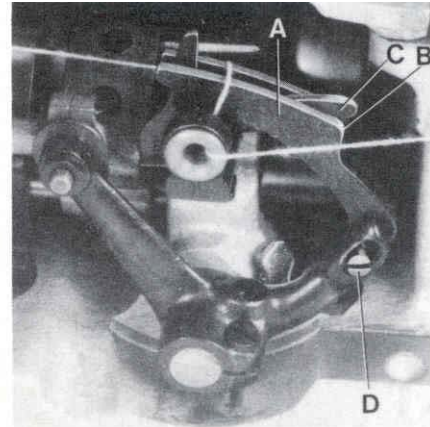

Fig.11
Coloque el anillo (B, Fig. 9) para levantar la barra de presión en la barra izquierda en tal manera para que haya una distancia de aprox. 1.5 mm (1/16") entre el perno levantador (C) y la superficie inferior del anillo (B), cuando el pie reposa en la placa de aguja (vea Fig. 11). Coloque el anillo (D) en la barra derecha cerca a la horquilla del anillo (C) para levantar la barra de presión de la barra izquierda.
On the two thread double locked stitch styles, the height of the looper thread take-up (A, Fig. 11) is set so, that the cast-off hook (C) forces the looper thread over the corner (B) of the looper thread take-up (A) at the time the point of the descending needle is flush with the lower edge at looper or projects up to 1 mm (.040") below the lower edge of looper. Draw the looper thread into the machine, rotate pulley in operating direction and note the position of the needle point to lower edge of looper at the time the cast-off (C) forces the looper thread over the corner (B).
For setting the looper thread take-up loosen screw (D, Fig. 11).
En las maquinas de costura de doble cadeneta de dos hilos, se ajusta la altura del alimentador del hilo del looper (A, Fig. 11) en tal manera que el gancho (C) del alimentador del hilo del looper suelte el hilo sobre el canto (B) del alimentador (A) en el momento cuando la punta de la aguja coincide con el borde inferior del looper o pase hasta 1 mm (.040") debajo el borde inferior del borde del looper. Enhebre el hilo del looper, gire el volante en sentido de operación y memorice la posición de la punta de la aguja referente al looper en el momento cuando el gancho del alimentador (C) suelte el hilo sobre el canto (B).
Para ajustar el alimentador del hilo del looper suelte el tornillo (D, Fig. 11). Si la punta de la aguja se encuentra por encima del borde inferior del looper, hay que ajustar el alimentador (A) hacia arriba. Si la punta de la aguja se encuentra más que 1 mm por debajo del borde inferior del looper, hay que bajar el alimentador (A) adecuadamente. Apriete el tornillo (D) otra vez.